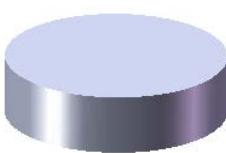
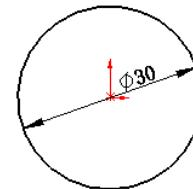

图 17.10.3 创建凸台—拉伸
图 17.10.4 横断面草图
Step2. 创建图 17.10.3 所示的零件基础特征——凸台—拉伸 1。选择下拉菜单 **插入(I)** → **凸台/基体(B)** → **拉伸(E)...** 命令；选取前视基准面作为草图平面，绘制图 17.10.4 所示的横断面草图；采用系统默认的深度方向，在 **方向1** 区域的下拉列表中选择 **给定深度** 选项，输入深度值 8.0。单击 **√** 按钮，完成凸台—拉伸 1 的创建。